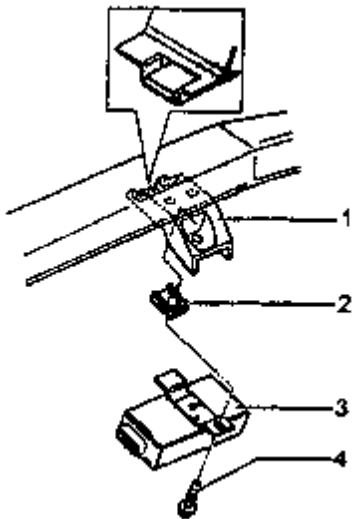
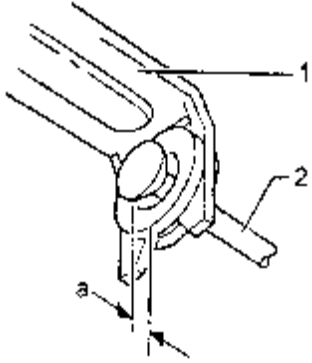

图 11-89 拆卸巡航控制装置
图 11-90 调整定位元件上的杠杆
(1) 巡航控制装置的拆卸
①拆卸手套箱。
②断开和拔出连接插头。
③如图 11-89 所示。拧松并松开固定螺栓 4。
④向下旋转控制单元 3，并且从支架 1 中取出固定鱼板。
(2) 巡航控制装置的安装
①如图 11-89 所示。在支架上插上弹簧螺帽 2。
②使用固定鱼尾板(连接板)，把控制单元 3 插入到固定器的凹槽中。
③插入和拧紧固定螺栓 4。
④插上插头连接。
(3) 定位元件上的杠杆的调整
①启动发动机，并且使发动机怠速空转运行。
②旋入拉杆（连杆）2，一直到止档时为止，然后转 1 圈（ $360^\circ \pm 90^\circ$ ），如图 11-90 所示。拉杆和调节控制元件之间的间隙 a 必须在 0.5mm~1.0mm 之间。